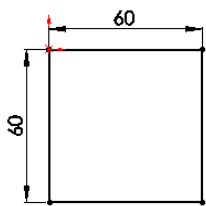

图 3-82 绘制的草图
**02** 绘制草图。在菜单栏中选择“工具”→“草图绘制实体”→“矩形”命令,或者单击“草图”工具栏中的“边角矩形”图标按钮,以原点为一角点绘制一个边长为 60 的正方形,结果如图 3-82 所示。